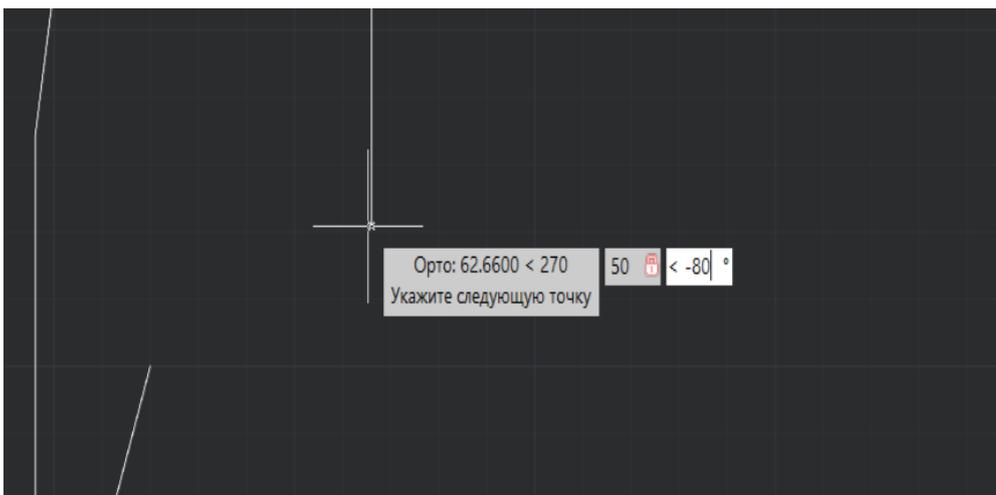

Рис. 3.34
5. Проводим отрезок 6-5 по углом $\alpha = (-80^\circ)$ длиной 50 мм, и затем проводим отрезок 5-4 длиной 100 мм с координатами (0,-100) (рис. 3.34).